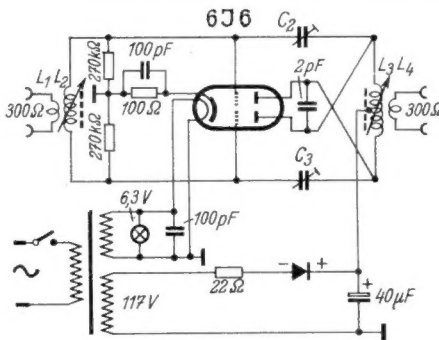

Bild 1. Schaltung eines einfachen Fernseh-Antennenverstärkers
M. c. Entee beschreibt einen leicht zu bauenden, einfachen Antennenverstärker, der zum Anschluß an $300\text{-}\Omega$ -Kabel angepaßt und ursprünglich für den Fernsehkanal 13 (210 bis 216 MHz) dimensioniert ist. In der Schaltung (Bild 1) sind C_2 und C_3 Neutralisierungskondensatoren, die folgendermaßen hergestellt werden: Um den 16 mm langen rechtwinklig abgeboigten Schenkel eines blanken Drahtes von